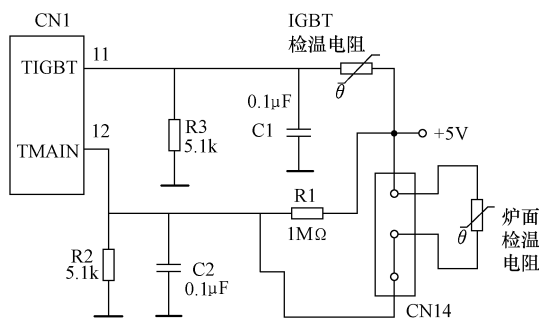

图 4-97 温度检测电路
**维修笔记** 该机电磁炉温度检测电路有 IGBT 管温检测电路与炉面温度检测电路,如图 4-97 所示。IGBT 管温度检测电路由负温度系数热敏电阻及 R3、C1 组成。炉面温度检测电路由负温度系数热敏电阻及 R1、R2、C2 组成。